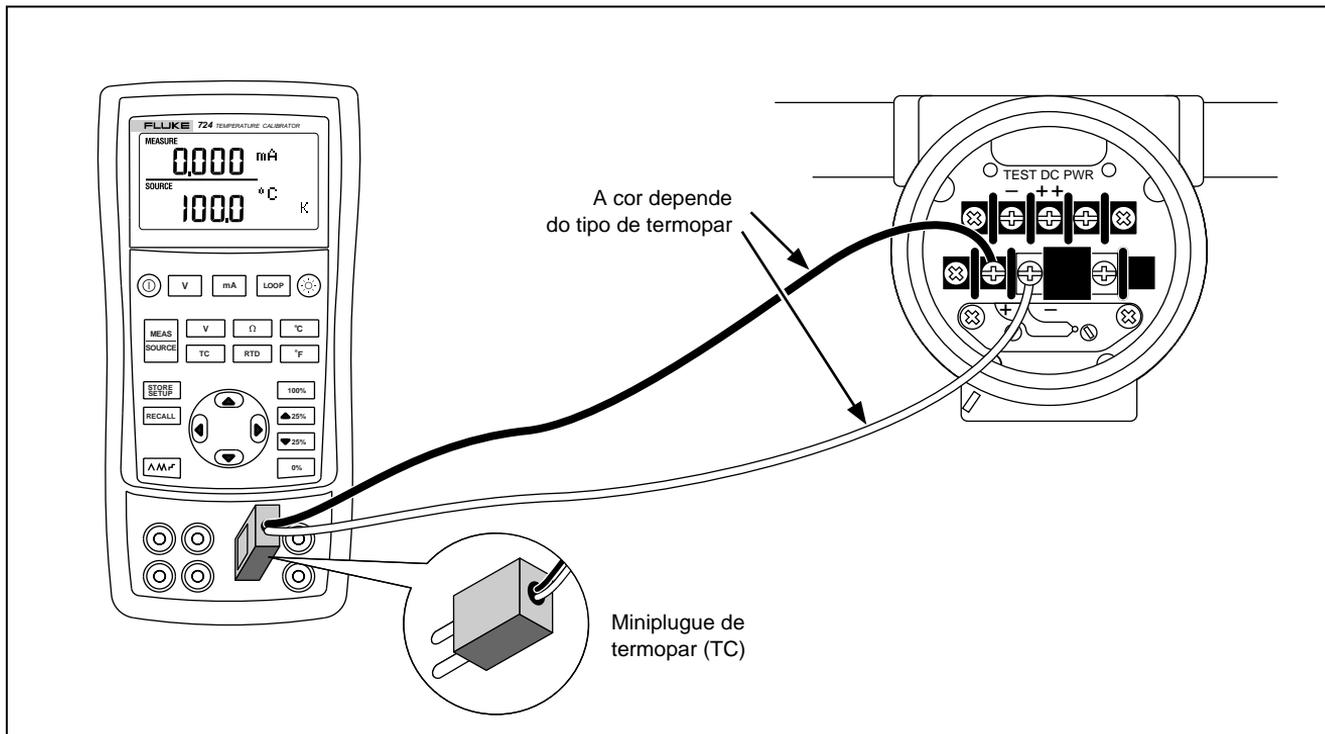

Figura 13. Conexões para simulação de termopar
Um dos pinos é mais largo que o outro. Não tente forçar o miniplugue no pino de polarização errada. A Figura 13 mostra esta conexão.
1. Anexe os terminais do termopar ao miniplugue TC apropriado; em seguida, à entrada/saída de TC, conforme mostrado na Figura 13.